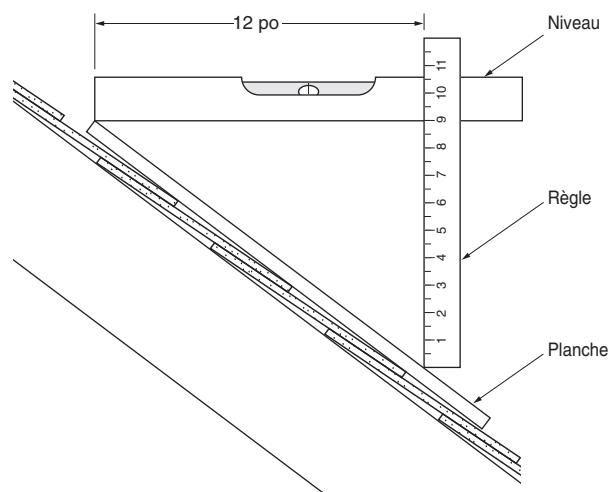

Figure 3-6: Pente 9/12
**SUR LE TOIT :** Cette méthode nécessite des outils simples : une planche, un niveau à bulle et une règle (figure 3-6).